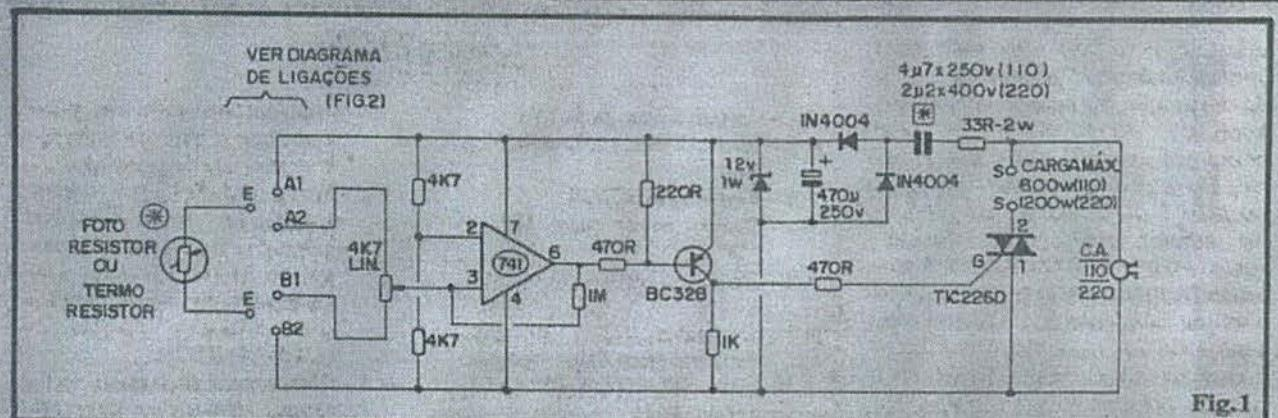

Fig.1
- FIG. 1 - O DIAGRAMA ESQUEMÁTICO DO CIRCUITO - Apenas componentes comuns, de baixo custo, fáceis de encontrar em qualquer loja de peças eletrônicas! Além disso, toda a organização do próprio circuito foi feita de modo a "enxugar" ao máximo as funções, com o que reduziu-se ao mínimo o próprio número de peças (simplificando a montagem e compactando-a em termos físicos...). Observem que (marcado por um asterisco) o símbolo de um resistor, dentro de um escrúlio, "atravessado" por uma setinha, corresponde à codificação do